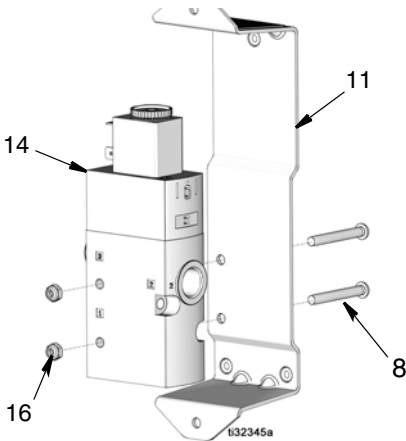

FIG. 27
6. Rimuovere le due viti (8) e i dadi (16) che fissano la valvola a solenoide (14) alla staffa (11), quindi rimuovere la valvola a solenoide dalla staffa (FIG. 27).